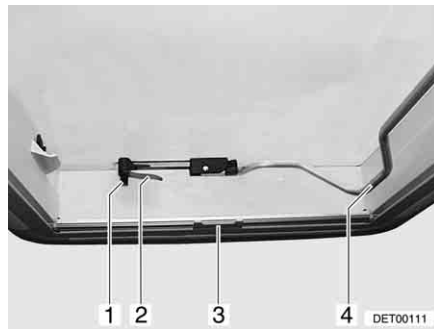
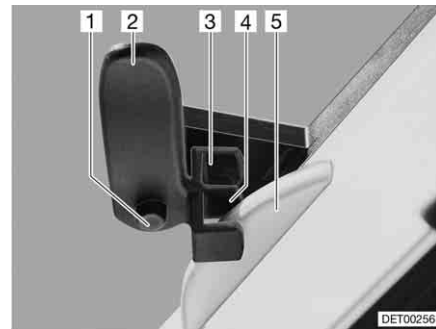

Fig. 67 Claraboya Heki, cerrada
Fig. 68 Claraboya Heki en posición de ventilación 1
- Pulsar el botón de seguridad (Fig. 67,1) y girar la palanca de bloqueo (Fig. 67,2) un cuarto de vuelta hacia dentro.
- Tirar hacia abajo de la horquilla (Fig. 67,4) para desbloquearla.
- Girar la palanca de bloqueo (Fig. 67,2 y Fig. 68,2) un cuarto de vuelta. El saliente del bloqueo del techo (Fig. 68,5) debe encajar en la horquilla de bloqueo superior (Fig. 68,3).
- Presionar el botón de seguridad (Fig. 68,1) y girar hacia atrás la palanca de bloqueo (Fig. 68,2). El saliente del bloqueo del techo (Fig. 68,5) debe encajar en la horquilla de bloqueo inferior (Fig. 68,4).